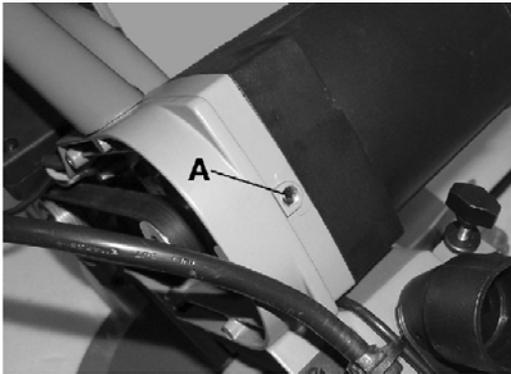

Abb. 19: Spannschraube für Keilriemen
Schritt 5: Spannen oder lösen Sie die Keilriemenspannschraube A (Abb. 19). Die korrekte Spannung liegt vor, wenn sich der Riemen ca. 1/2" eindrücken läßt. Prüfen Sie die Funktionsfähigkeit der Federspannrolle.